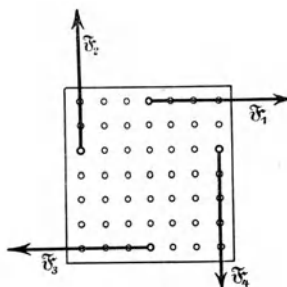

Fig. 64.
**Anleitung.** 1) Befestige an dem Haken jeder Wage mit einer Schleife eine Schnur von  $\sim 60$  cm Länge und an deren anderm Ende einen Stift. Lege die Scheibe auf die Lagerkugeln. Setze die vier Eisenstifte fest in vier Löcher derart, daß die Schnüre dicht über der Oberseite des Bretts liegen. Laß die Schnüre in vier Richtungen, die aufeinander senkrecht stehen, parallel den Lochreihen wirken, doch so, daß nicht zwei Schnüre über derselben Reihe liegen (Fig. 64). Ermittle durch Versetzen der Stifte eine Gleichgewichtstellung. Befestige die Ringe von drei Wagen an drei Tischrändern und den Ring der vierten Wage an einem Stab, der quer über den Tisch gelegt und festgeklemmt ist. Verschiebe, sobald anscheinend eine Gleichgewichtstellung erreicht ist, die Scheibe ein wenig und sieh zu, ob die Kräfte sie wieder in die alte Lage zurückziehen. Klopfe gegen die Wagen, lies die Zeigerstellungen ab und verbessere die Ablesungen.